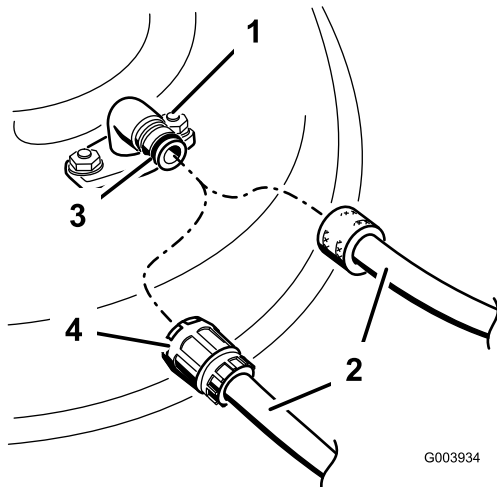

Bild 73
3. Montieren Sie die Schlauchkupplung auf die Kupplung am Mähwerk-Spülanschluss und drehen Sie das Wasser mit starkem Druck auf (Bild 73).